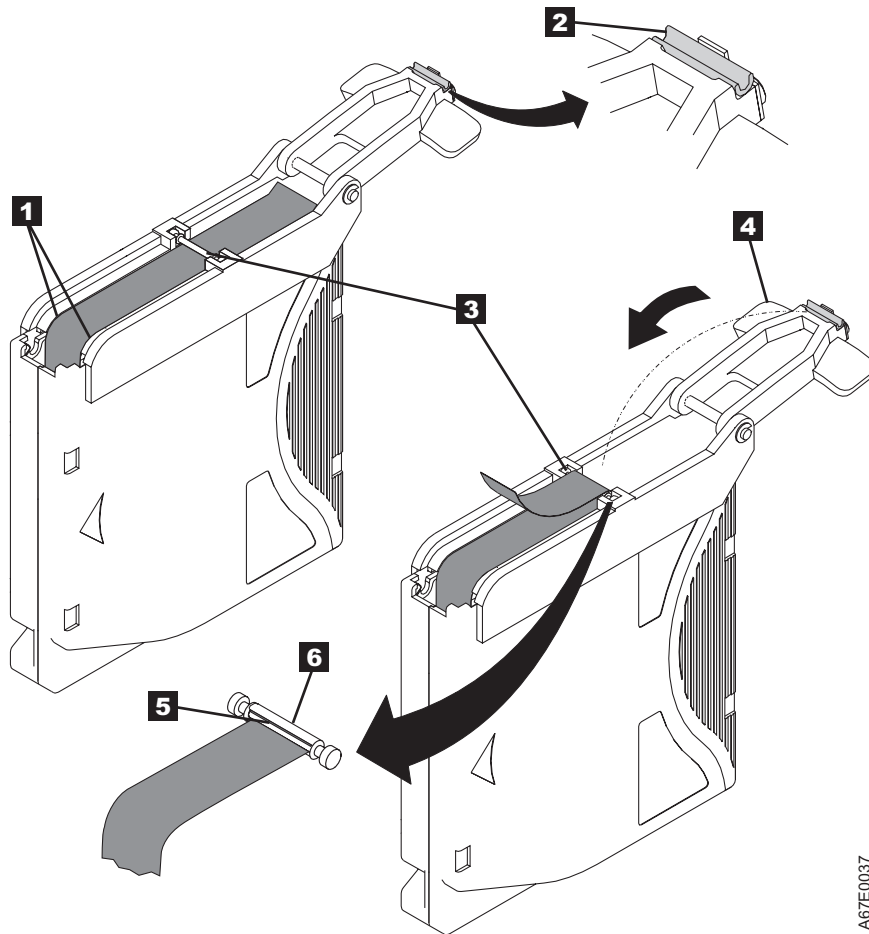

Abbildung 8-15. Bandmitnehmerstift am Band anbringen
7. Legen Sie das Band in die Führungsrille des Werkzeugs zum Wiederanbringen des Bandmitnehmerstifts (**1** in Abb. 8-15 auf Seite 8-18).
8. Legen Sie einen neuen C-Clip in die Halterille (**2** in Abb. 8-15 auf Seite 8-18) des Werkzeugs zum Wiederanbringen des Bandmitnehmerstifts, und achten Sie darauf, dass die offene Seite des Clips nach oben zeigt.
9. Setzen Sie den Bandmitnehmerstift in die Aussparungen (**3** in Abb. 8-15 auf Seite 8-18) des Werkzeugs zum Wiederanbringen des Bandmitnehmerstifts ein.
10. Schlagen Sie das Band um den Bandmitnehmerstift, und halten Sie es mit den Fingern fest (siehe Abb. 8-15).
11. Schließen Sie den Schwenkarm (4 in Abb. 8-15) des Werkzeugs zum Wiederanbringen des Bandmitnehmerstifts, indem Sie ihn so über den Bandmitnehmerstift legen, dass der C-Clip an Stift und Band einrastet.
12. Bringen Sie den Schwenkarm in die offene Position, und schneiden Sie das überschüssige Band (5 in Abb. 8-15) so ab, dass es mit dem wieder angebrachten Bandmitnehmerstift (6 in Abb. 8-15) bündig ist.
13. Nehmen Sie den Bandmitnehmerstift mit den Fingern aus den Aussparungen (3 in Abb. 8-15) im Werkzeug zum Wiederanbringen des Bandmitnehmerstifts.